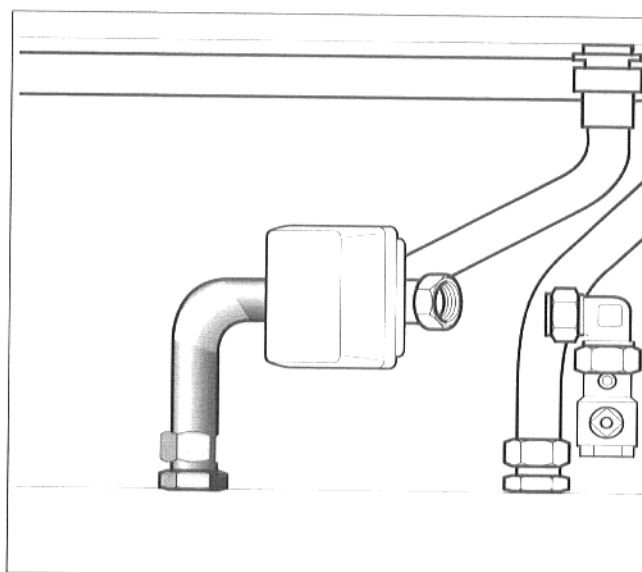

Fig. 7: tubo di raccordo valvola a tre vie
- Montare il tubo di raccordo tra l'accumulatore e la valvola a tre vie. Tenere presente l'anello di serraggio! (Fig. 7).